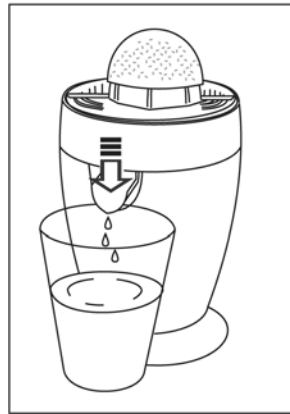

Fig. 3
3. Stellen Sie ein passendes Glas unter den Ausguss (Fig. 3). Bei Hinunterdrücken des Ausguss-